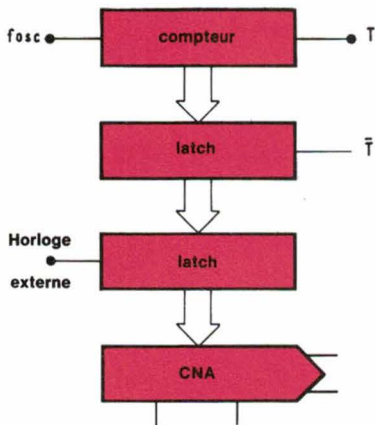

Fig. 9. — Synchronisation par horloge externe.
– Dans le cas où la tension de sortie V_s doit faire l'objet d'un traitement numérique ultérieur, il est possible de prévoir un étage de latches supplémentaires entre le comptage et le convertisseur N/A de façon à synchroniser les variations de V_s avec les ordres d'échantillonnage (fig. 9). En effet, l'unité d'acquisition qui fait suite au convertisseur fréquence, tension a en